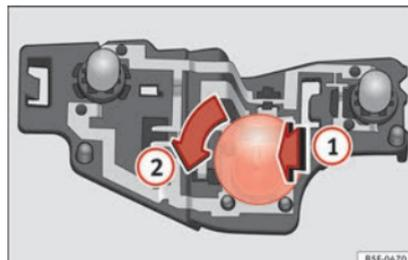

Fig. 114 Emplacement des ampoules sur le support d'ampoules.
- Insérez l'ampoule dans le porte-ampoule en appuyant légèrement (1), tournez-la ensuite vers la gauche (2) et retirez l'ampoule défectueuse » fig. 114.